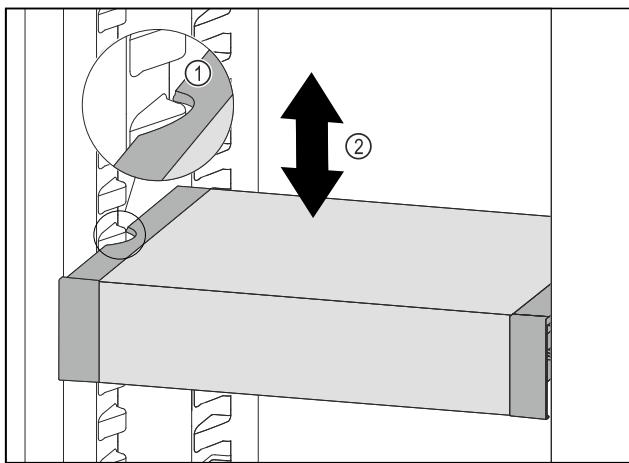

Fig. 60
- Predal VarioSafe povlecite v smeri naprej, dokler nista stranska izreza predala VarioSafe na višini nastavka za posodo v hladilniku. Fig. 60 (1)
- Predal VarioSafe premikajte v hladilniku gor ali dol, dokler ne dosežete želeno višino. Fig. 60 (2)